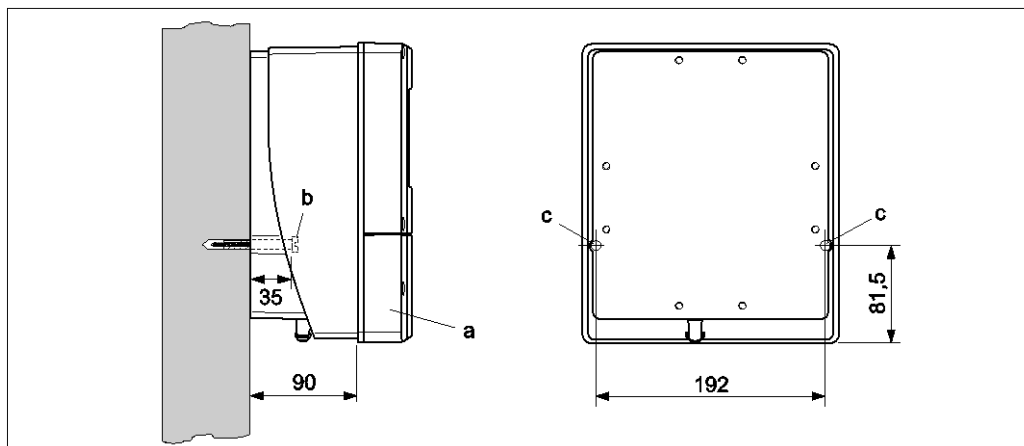

Рис. 14: Монтаж непосредственно на стене
1. Просверлите отверстия в соответствии с Рис. 14.